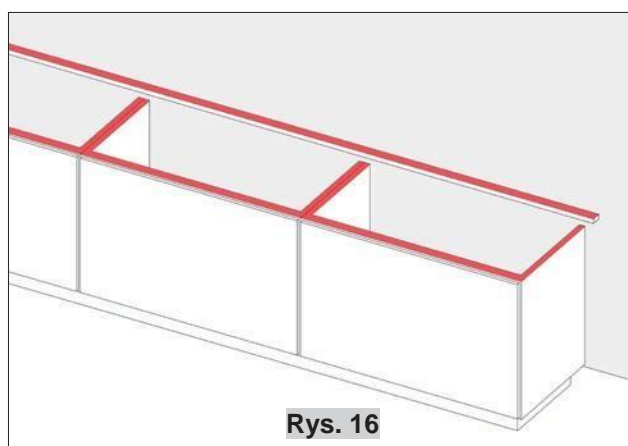

Rys. 14
- 4a. Szafki muszą być ustawione idealnie równo (Rys. 14 i 15).